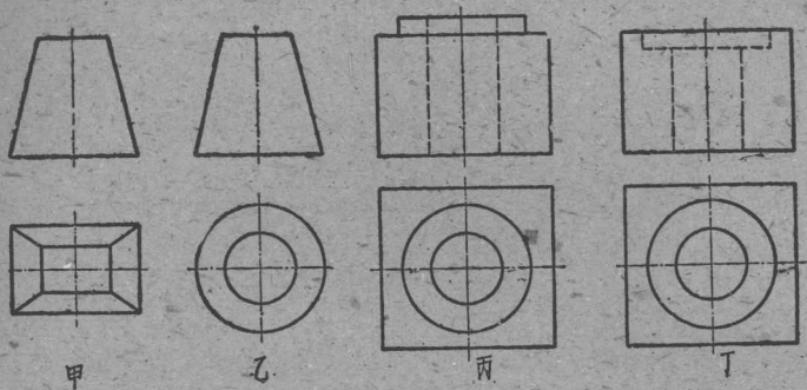

图 1—5
1. 在看图时不能只看一个图，要把有关的图对照起来看，如图 1—5 画有几个物体的两个视图，虽然它们都有一个视图相同，但它们并不是同样的物体，从另一个视图就可以看出它们是有着不同形状的。因此，必须把两个视图联系起来看，才能